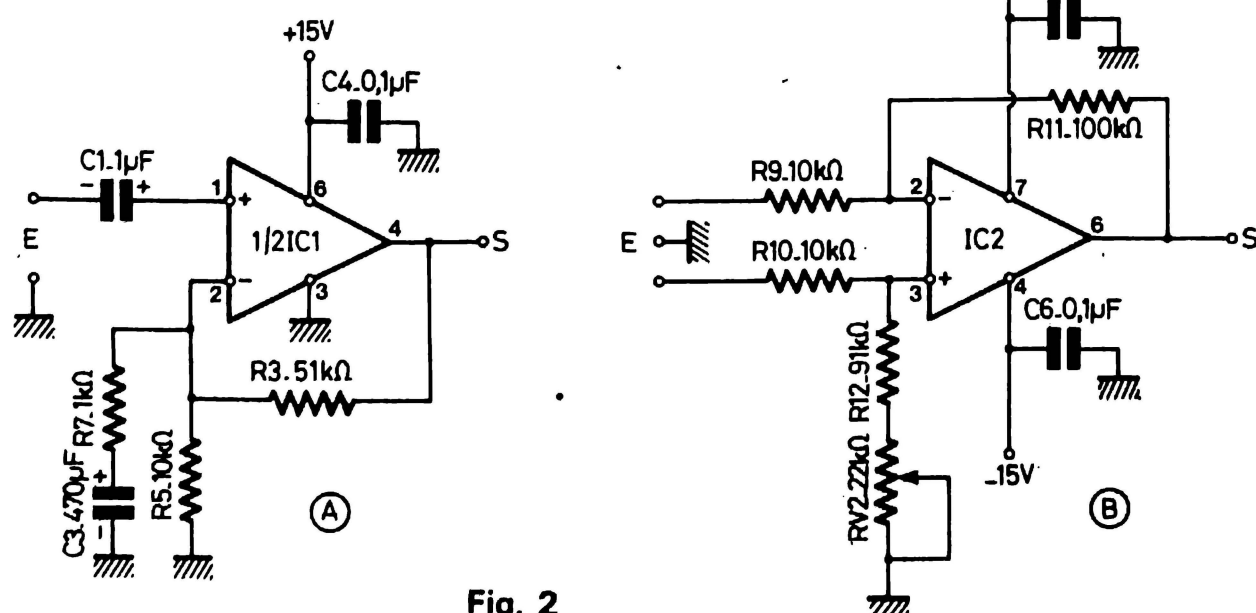

Fig. 2
ensembles comme le montre la figure 2.
La figure 2 (A) qui utilise un 1/2 LM 387 devient un préamplificateur pour microphone asymétrique pour lequel nous allons voir le fonctionnement.
La figure 2 (B) utilise un LF 356, circuit intégré récent avec entrée sur effet de champ. Nous l'avons retenu pour son « slew rate » élevée 12 V/ μ s.